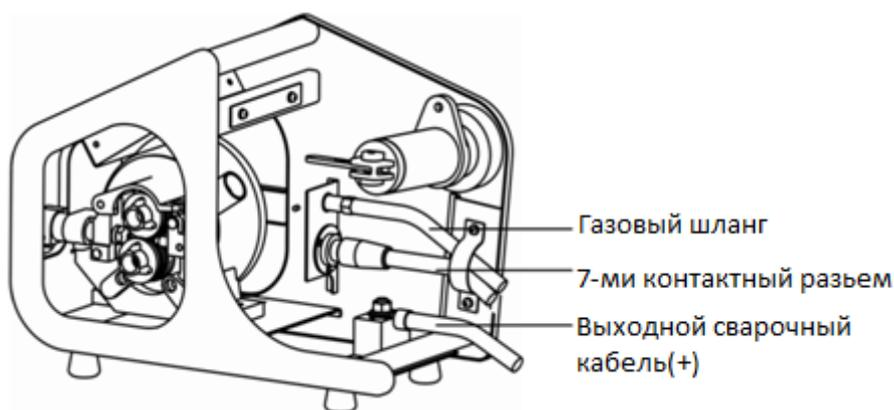

Рис. 2-8 Принципиальная схема подключения механизма подачи проволоки
5. На рис. 2-8 показаны кабельные соединения.